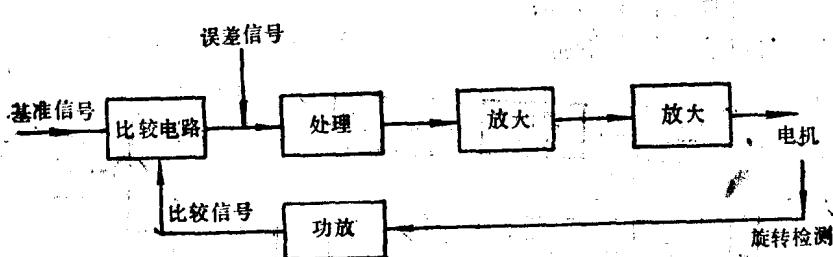

图 1-7 伺服系统方框图
3. 伺服系统。家用录像机的伺服系统组成如图 1-7 所示。伺服系统的作用是保证录像机各种基本功能的顺利完成，也就是说保证视频信号的准确记录和重放。伺服系统一般包括磁头鼓伺服和主导轴伺服两个部分。它是通过对磁头鼓电机及主导轴电机的转速与旋转相位的控制，来实现录放视频磁头与磁带间的正确位置关系的。